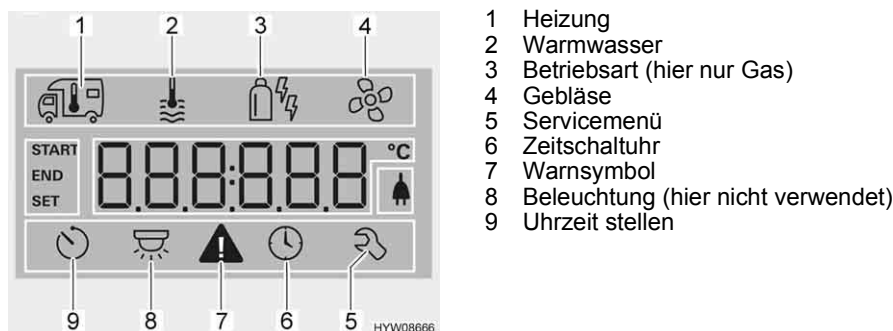

Bild 63 Display
- Dreh-/Drückknopf (Bild 58,6) drehen, bis Menüsymbol Warmwasser (Bild 63,2) blinkt.